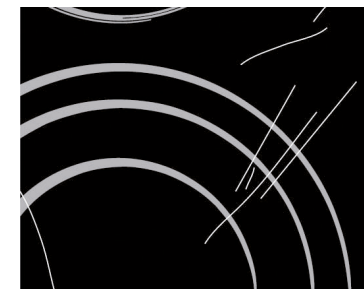

FIGURE 9
Essuyez la poussière ou les dépôts éventuels de la surface vitrocéramique et du fond des récipients avant chaque utilisation car ils pourraient abîmer la table de cuisson (Figure 9).
**ATTENTION !** les tampons métalliques, les éponges et détergents abrasifs, les produits agressifs en aérosol et les nettoyeurs liquides non appropriés peuvent abîmer la surface (Figures 9 et 10).